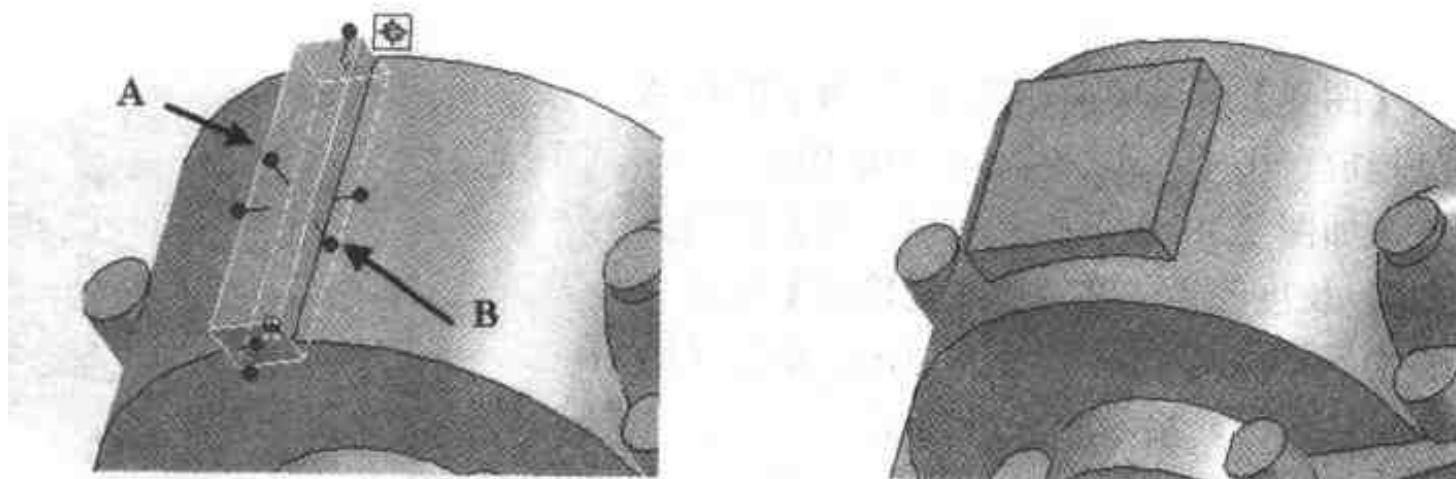

图 2.25 调整包围盒
- (3) 右击如图 2.25 所示手柄 A, 将长度改为 150, 高度改为 150, 单击【确定】按钮; 拖动智能手柄 B 使长方体浸没于下方圆柱体, 结果如图 2.25 所示。